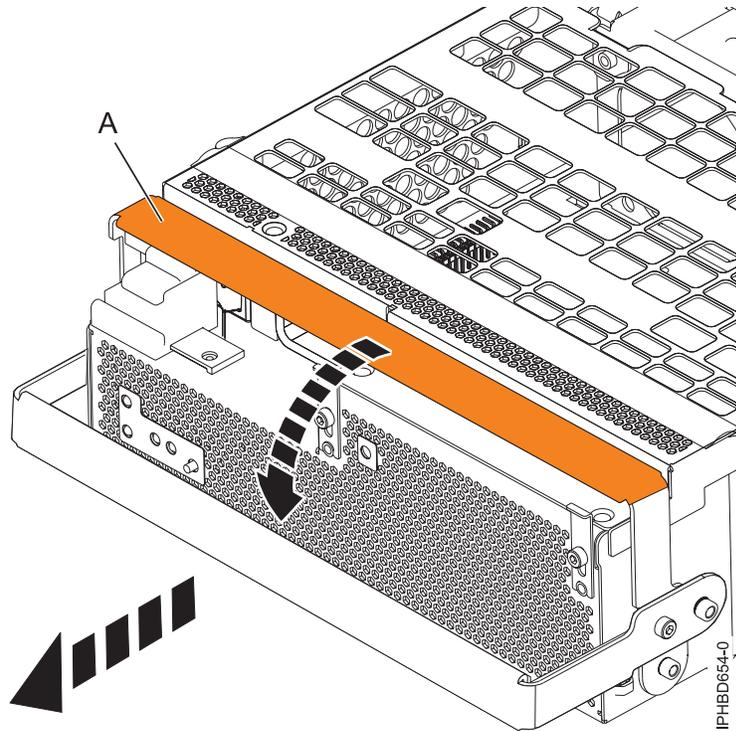

Figura 59. Extracción de una fuente de alimentación
10. Gire el asa de bloqueo de fuente de alimentación (A) hasta la posición de abierto como se muestra en la Figura 59 en la página 76. Extraiga la fuente de alimentación de la unidad de expansión.